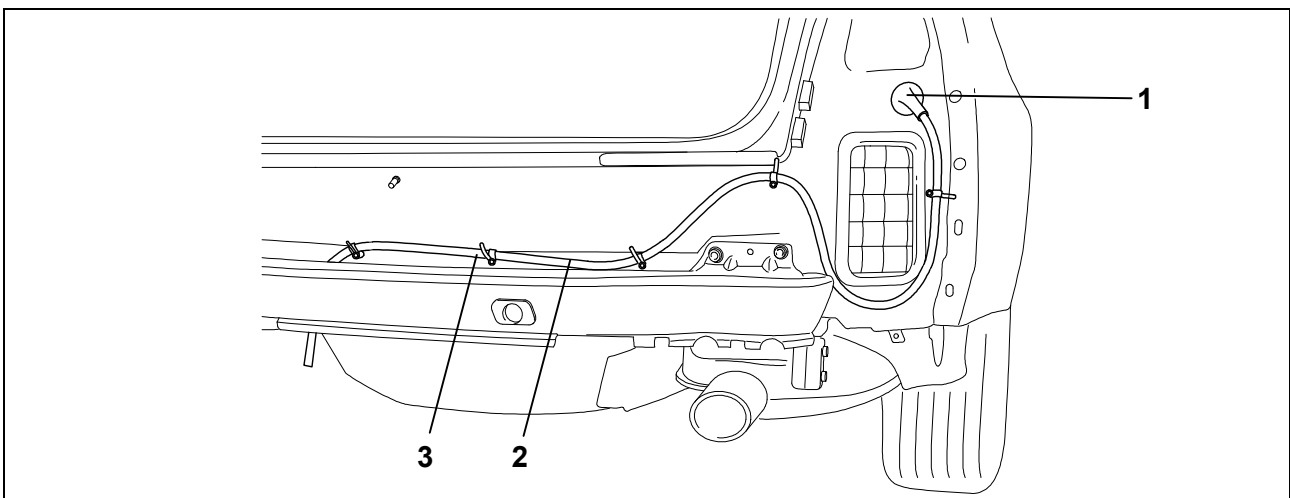

Fig. 3 : posa del fascio di cavi
8. Estrarre la calotta cieca dal foro di passaggio dei cavi (Fig. 3/1).
9. Posare il fascio di cavi (Fig. 3/2) nel bagagliaio facendolo passare attraverso il relativo foro (Fig. 3/1) a partire dalla lamiera portapresa.
10. Infilare la bussola di gomma nel passaggio cavi (Fig. 3/1).
11. Fissare il fascio di cavi (Fig. 3/2) con le fascette stringicavo (Fig. 3/3) fornite in dotazione.